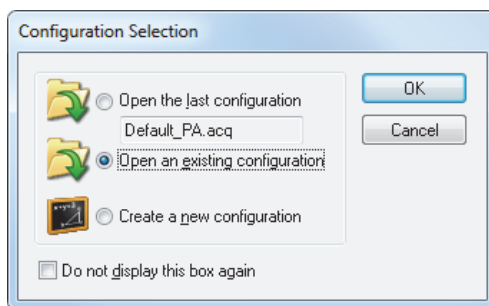

図 1-29 **[Configuration Selection]** ダイアログボックス
- 表示された **[Configuration Selection]** ダイアログボックスで (46 ページの図 1-29)、以下のいずれかの設定読み込みオプションを選択し、**[OK]** をクリックします。